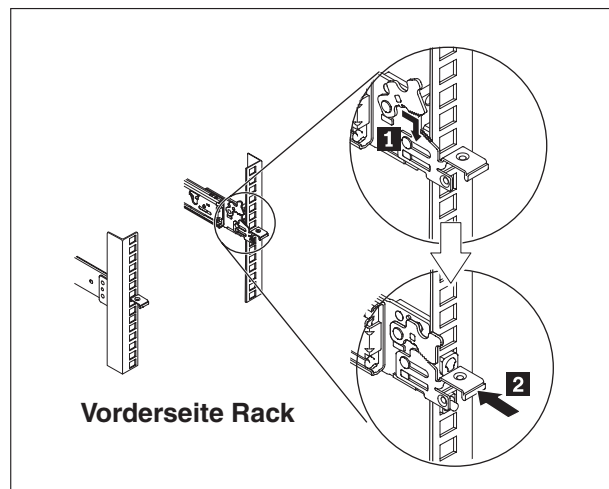

Abbildung 11. Vorderes Ende der Schienen installieren
3. Installieren Sie das vordere Ende der Schienen, wie in Abb. 11 auf Seite 21 dargestellt.